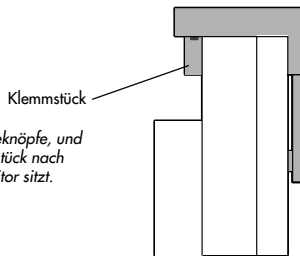
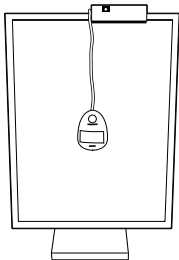
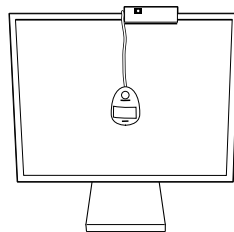

Abbildung 3
Abbildung 5
Abbildung 6
3. Setzen Sie den MD-N2M5B auf den Monitor, und lassen Sie das Klemmstück hinter dem Monitor herunterhängen (**Abbildung 3, Abbildung 5, Abbildung 6**).
5. Schließen Sie das USB-Kabel im Lieferumfang an. Der Ministecker (B) am USB-Kabel wird mit dem Sensorgerät verbunden. Der USB-Stecker (A) am USB-Kabel wird mit dem Computer oder einem stromgespeisten USB-Hub verbunden.
8. Klicken Sie auf „Calibration for MD-N2M5B (Retractable)“. Die Korrelation des schwenkbaren Sensors MD-N2M5B mit dem Referenzsensor beginnt. Platzieren Sie nach Aufforderung den Referenzsensor an der auf dem Monitor angegebenen Position (**Abbildung 5 und 6**). Klicken Sie auf „OK“.